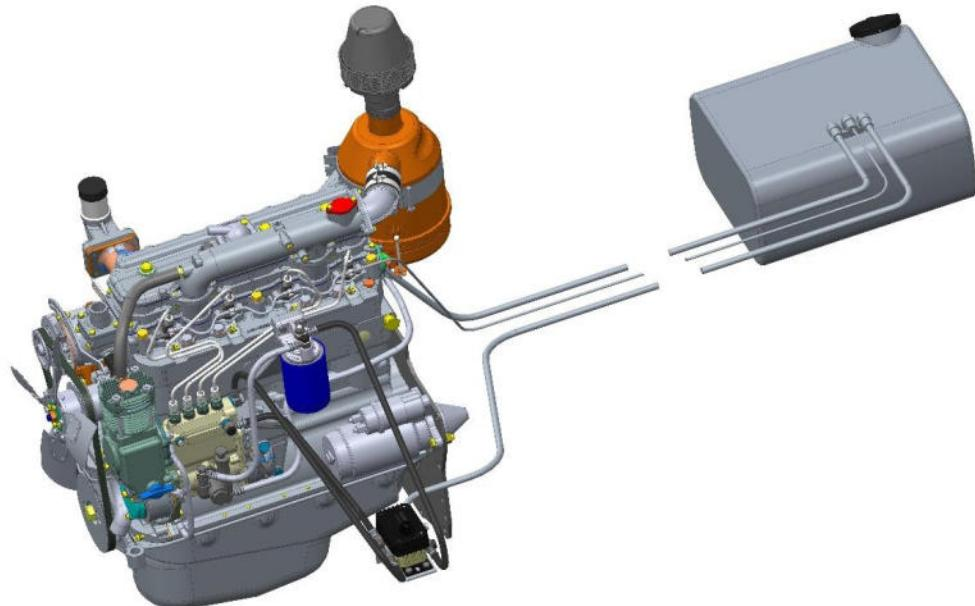
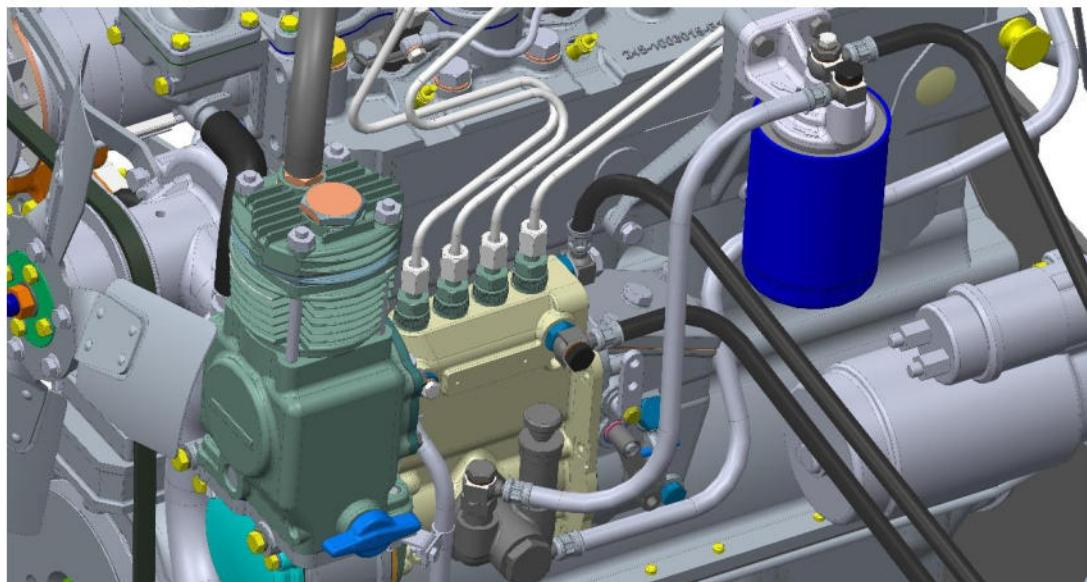
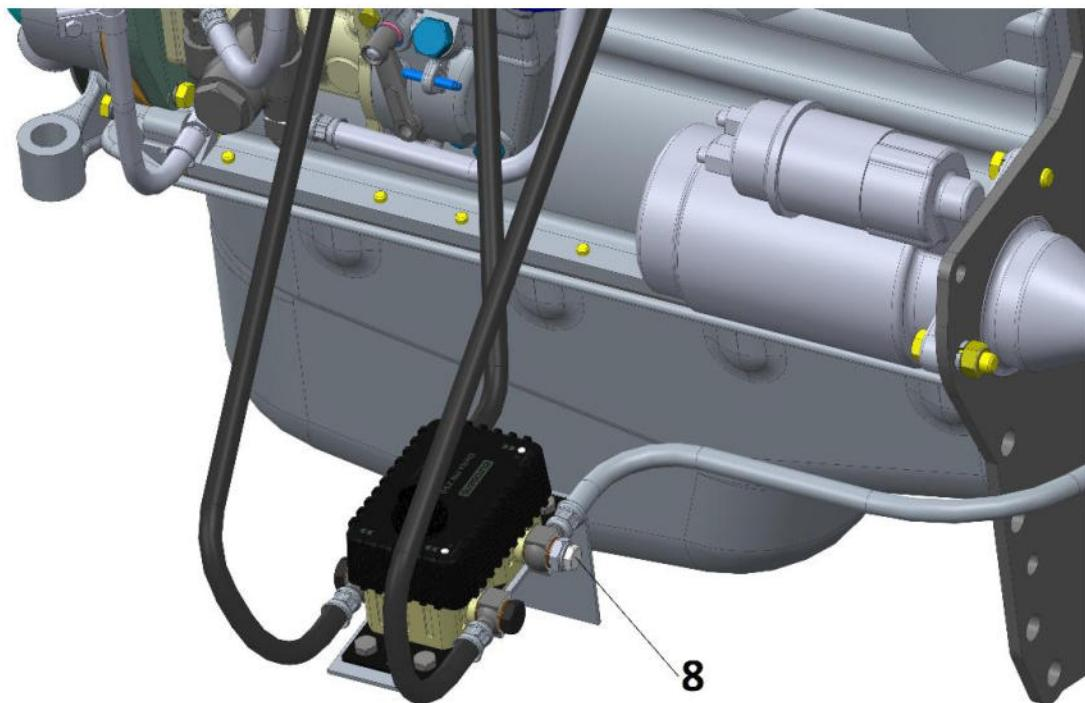

рис. 4.14. Схема двигателя с ТНВД и магистралью топливного бака
рис. 4.15. Подключение счетчика к ТНВД
рис. 4.16. Перепускной клапан установлен на выходе камеры «обратки»
- 2) Установить и подключить счетчик eurosens Delta (рис. 4.14, рис. 4.15, рис. 4.16).